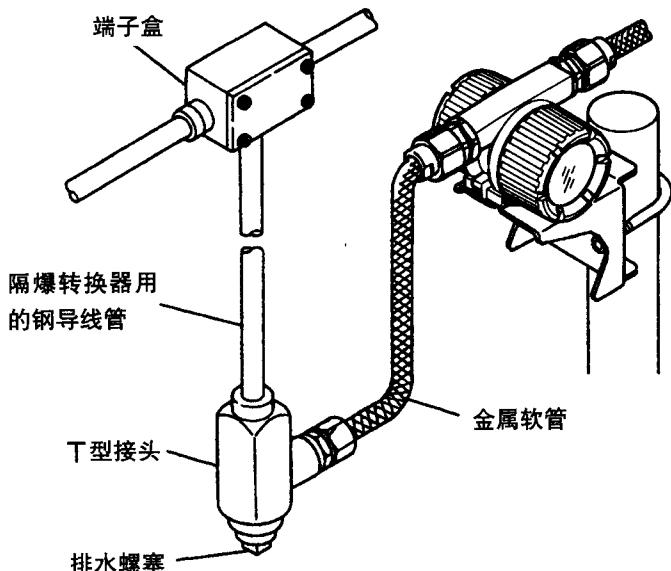

图 4.9
- (1) 布线位置应尽可能远离电噪声源(如大功率变压器,电动机和电源)。
- (2) 建议在粗的电线末端采用不用焊锡的夹紧式接线片。
- (3) 一般用途时,为了防水和防机械损伤,最好用钢管或金属软管布线。见图4.9。